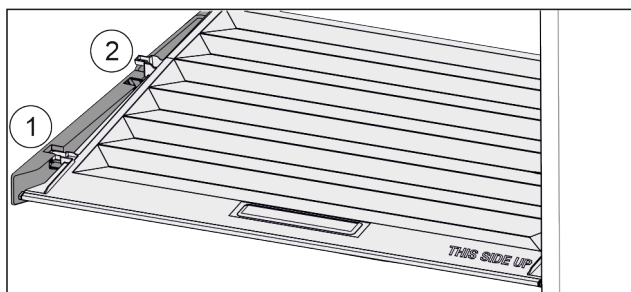

Fig. 75
- ▶ Tirer le couvercle vers l'avant jusqu'à dans l'orifice des pièces de retenue Fig. 75 (1).
- ▶ Le soulever par le bas à l'arrière et le sortir par le haut Fig. 75 (2).